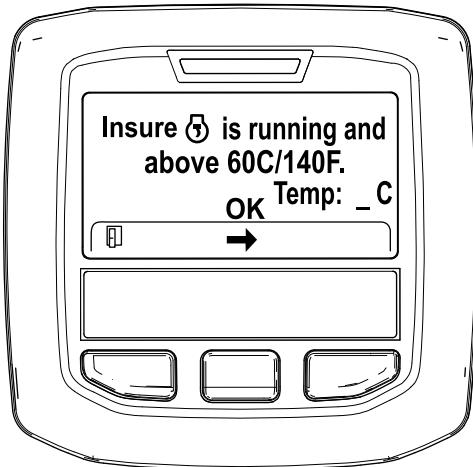

Figure 44
5. Si la température du liquide de refroidissement est inférieure à 60 °C, le message « Insure is running and above 60C/140F » (vérifier que \*\*\* fonctionne et est supérieure à 60 °C/140 °F) s'affiche (Figure 44).